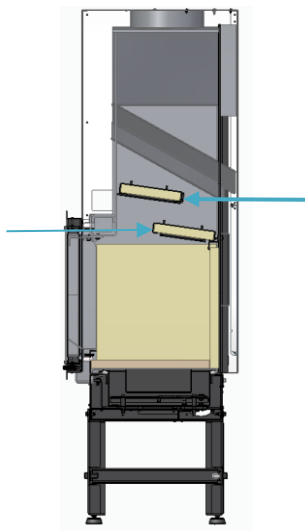

Figura 20
o) Verificar se as placas defletoras se encontram na posição correta, Figura 20.